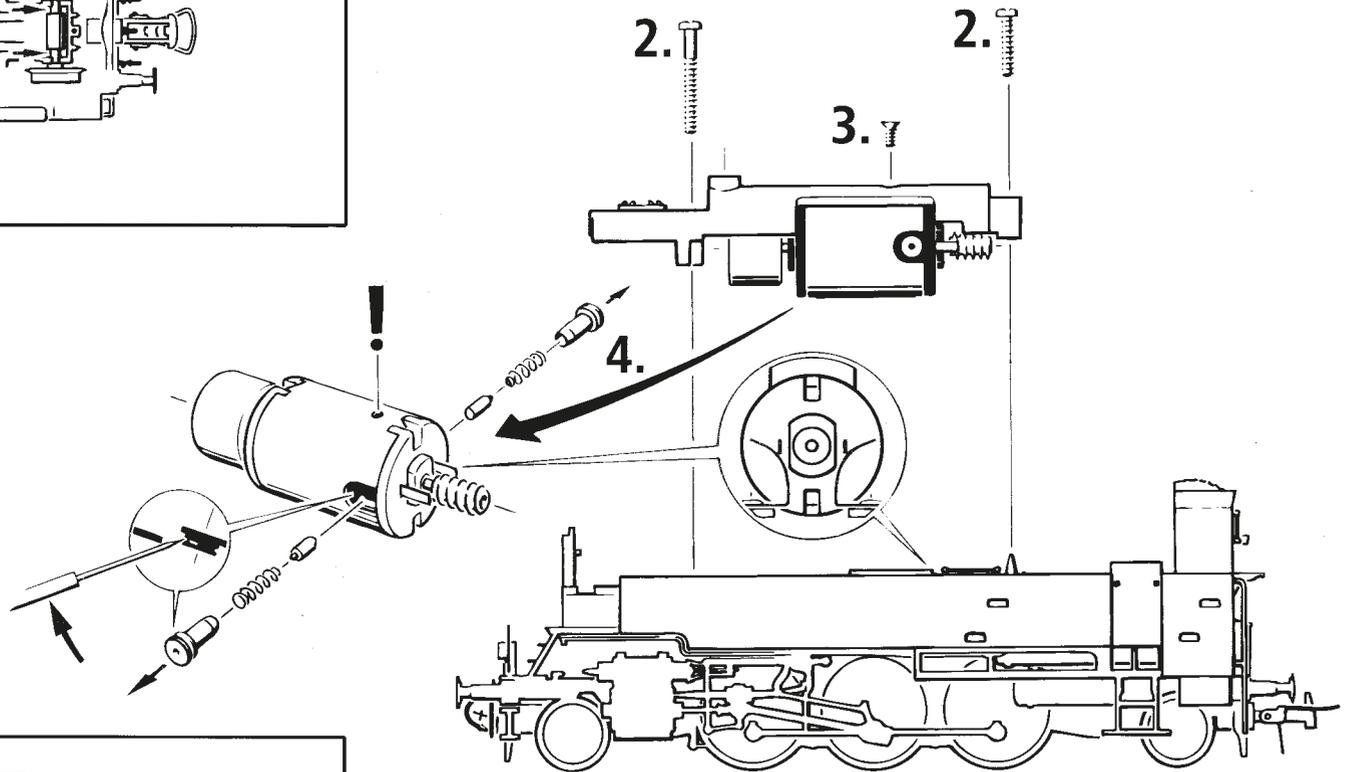

Fig. 11
Ausführung für Wechselstrom: siehe Fig. 11
A.C. operation: see fig. 11
Version en courant alternatif: voir fig. 11